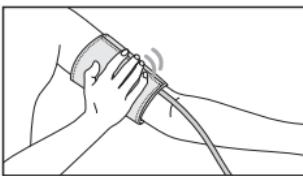

Рис. 9
- Застегните манжету так, чтобы она плотно облегала руку, но не перетягивала ее. Слишком тесное или, наоборот, слишком свободное наложение манжеты может привести к неточным показаниям (рис. 9).